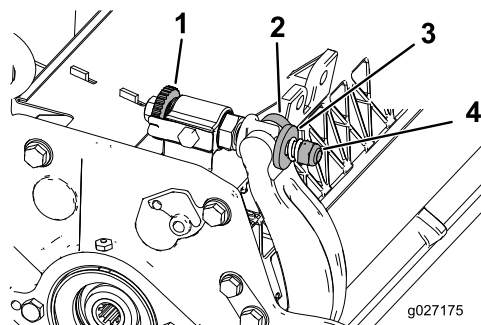

Bild 24
1. Drehen Sie die Einstellschrauben des Untermesserträgers nach links, damit sich der Abstand zwischen Untermesser und Spindel vergrößert (Bild 24).
2. Drehen Sie die Federspannungsmutter so weit hinaus, bis die Scheibe nicht mehr gegen den Untermesserträger angespannt ist (Bild 24).